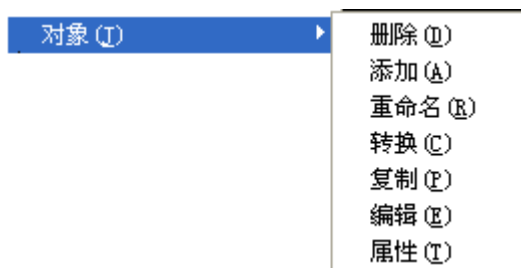

图 2-3-4 对象子菜单
- 工程[P]/对象[J]：对所选中的对象实现删除、添加、重命名、转换、复制、编辑和属性等操作，如图 2-3-4 所示。